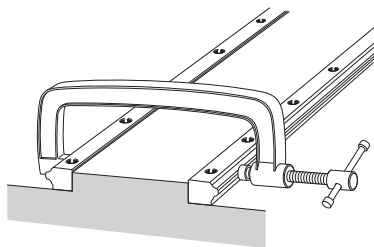

图22
(2) 使用老虎钳将2个LM轨道与基座的安装面压紧,使它们与基准面密切接触,然后按建议的力矩(参照 **B 1-101**)将安装螺栓拧紧。(图22)